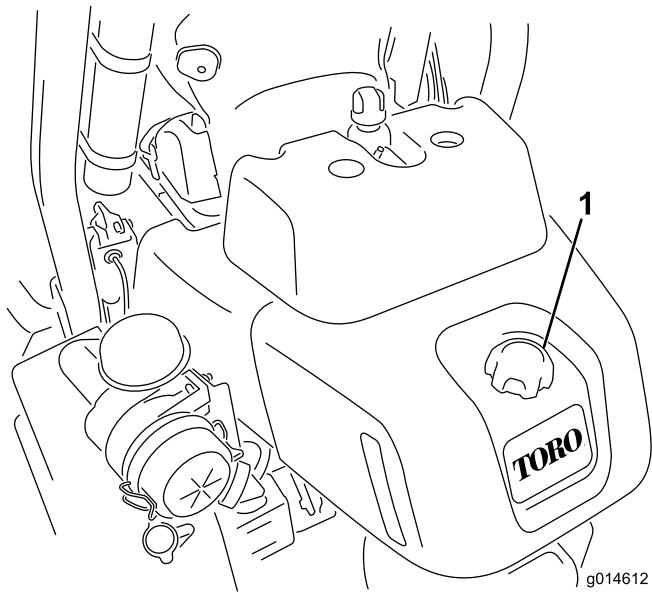

図 26
1. 燃料タンクのキャップの周囲をきれいに拭く（図 26）。